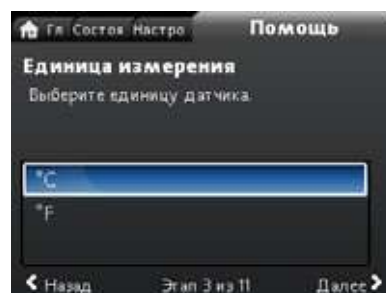

Рис. 65 Экран единиц измерения
2. Для настройки входа датчика следуйте пошаговой инструкции. Начните с выбора единиц измерения датчика (см. рис. 65) и закончите на экране отчета.